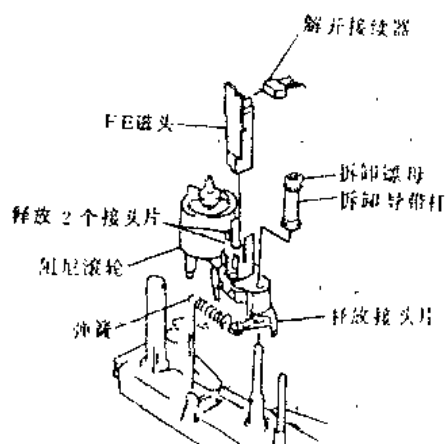

图 1-23
②拆卸 FE 磁头底座和底盘之间的弹簧，如图 1-23 所示。
③解开接续器。
④拆卸固定导带杆的螺母，然后将导带杆拉出。
⑤释放 1 个接头片而拆卸阻尼滚轮/FE 磁头。
⑥要拆卸 FE 磁头时，释放 2 个接头片而拉出 FE 磁头。
(3) 拆卸音频/控制磁头